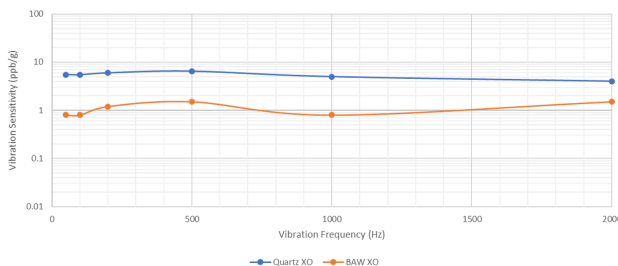

图 5. 振动灵敏度 - BAW 振荡器对比石英振荡器
- **振动灵敏度：**XO 通常无法通过 MIL-STD，可能高达 $+10\text{ppb/g}$ 。BAW 振荡器以 1ppb/g 的典型值通过 MIL-STD_883F 方法 2002 条件 A (图 5)。